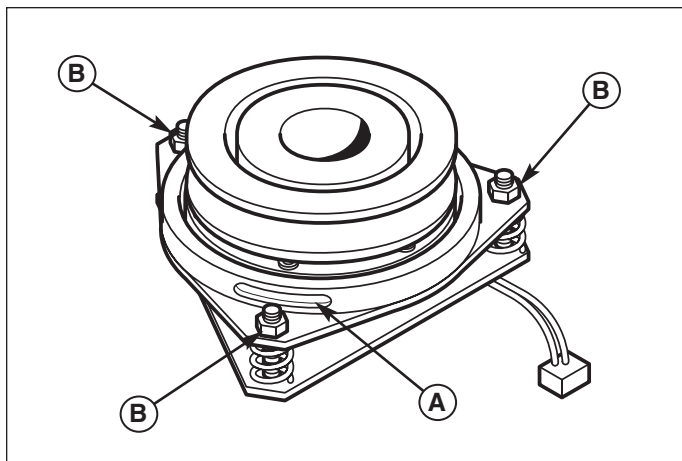

Figura 26. Ajuste de embrague del PTO
2. Vea la Figura 26. Tome nota de la posición de las 3 ventanas de ajuste (A) en el lado del disco portafreno y las tuercas mecánicas de ajuste (B).
4. Apriete las tuercas de ajuste una tras otra (B, Figura 26) hasta que la cara del rotor y la cara del armazón apenas hagan contacto con el calibrador.